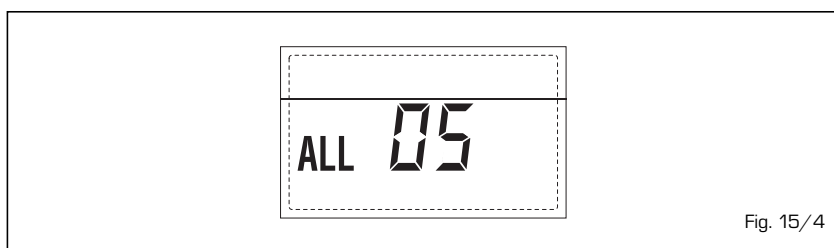

Fig. 15/4
- **FLAME BLOCK ALARM 06 (fig. 15/5)**